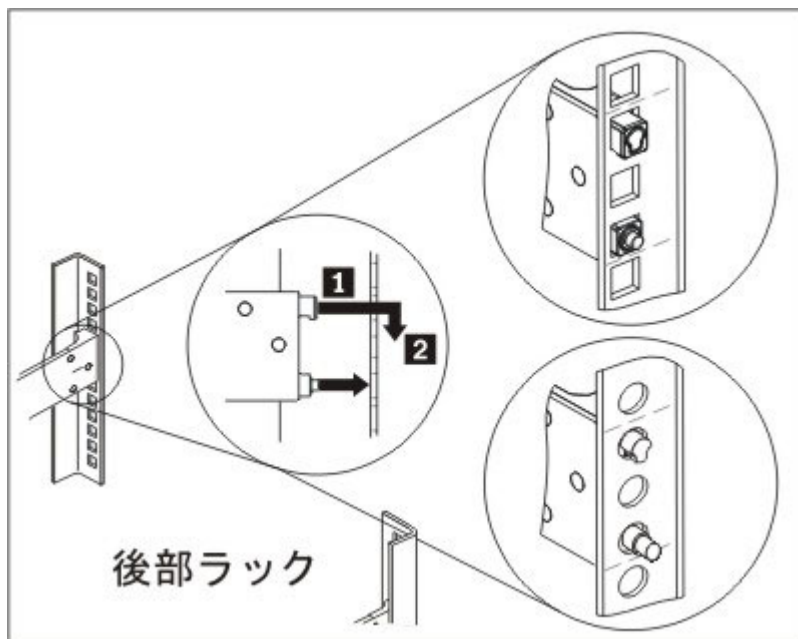

図 10. スライド・レールの後端の取り付け
2. 図 10 に示すように、スライド・レールの後端を取り付けます。